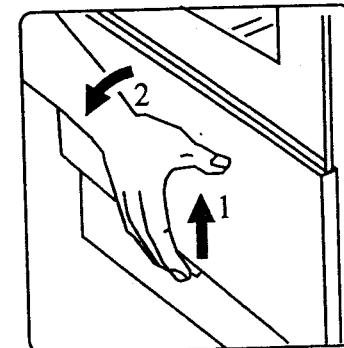

Рисунок 16 - Открывание панели
- Плиты выпускаются с откидной панелью. Чтобы открыть панель, её необходимо приподнять вверх и наклонить на себя (рисунок 16).